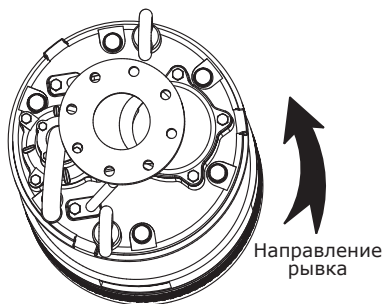

Рис. 13 Направление рывка при проверке направления вращения
3. Если насос подключен правильно, рывок будет в сторону, противоположную правильному направлению вращения. См. рис. 13.